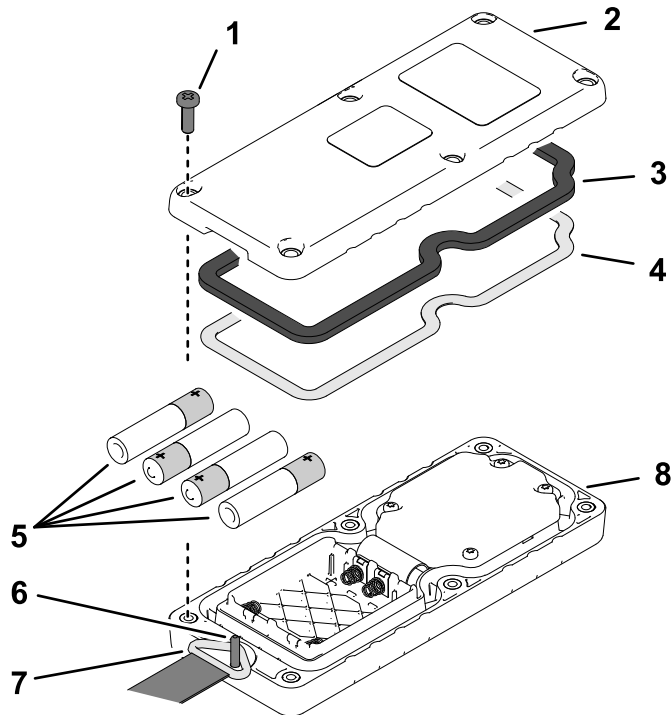

図 7
1. ハンドヘルドリモートのカバー片を止め付けているねじ6本を外して黒いカバーを取り外す図 7。
3. スチール製ガスケットとゴム製シール 図 7 が前側カバーの溝に適切に嵌っていることを確認する。
4. 下げひものピンにリングを掛ける 図 7。
5. ケースにふたを合体させ、ねじ6本で固定する 図 7。